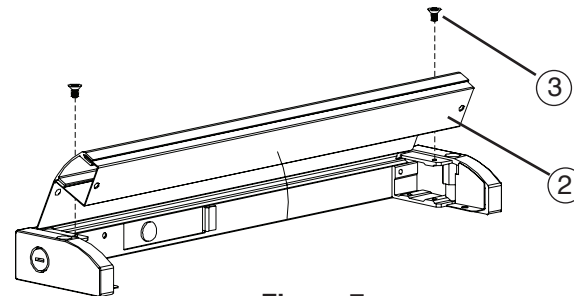

Figure 7
- Tenez le corps du luminaire et soulevez le bord supérieur du diffuseur et du couvercle de la goulotte guide-fils, tournez vers le haut. – **Voir la Fig 7.**
2. Hold fixture body and lift front edge of diffuser and wireway cover, rotate upward.- **See Fig 7**
2. Sostenga el cuerpo del montaje y levante el extremo delantero del difusor y la cubierta del cableado. Gire hacia arriba. **Ver Fig 7.**